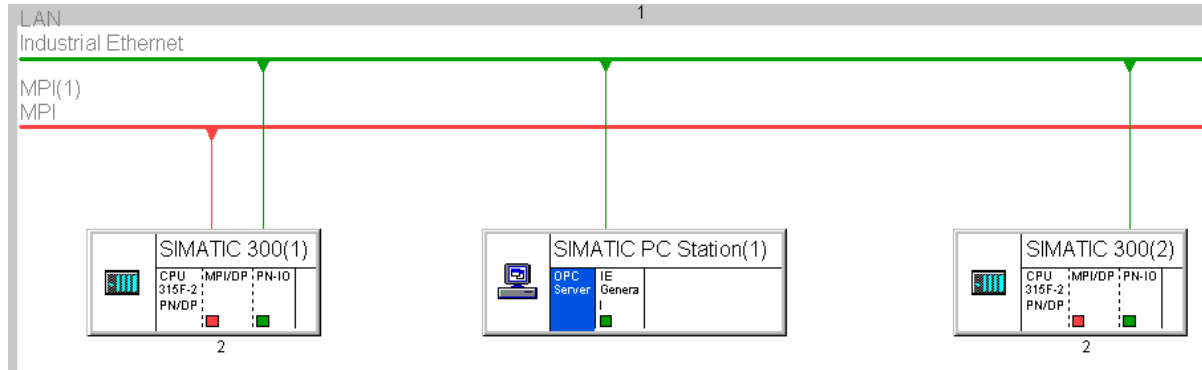

Figura 11: Configuração de rede no software SIMATIC Manager para integração das plantas.
Ao clicar em *Simatic PC Station (1)* » *OPC Server(2)* » *Connections(3)* as configurações mostradas na Figura 11 serão exibidas: